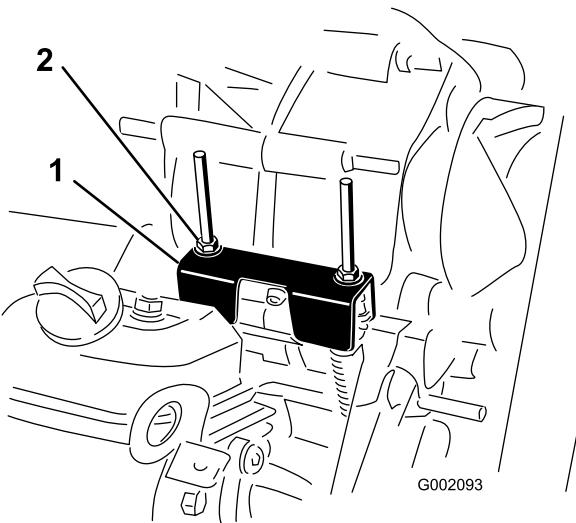

Bild 59
Wenn Sie regelmäßige Wartungsarbeiten und/oder eine Motordiagnostik durchführen, müssen Sie das Getriebe in den LEERLAUF schalten (Bild 59). Der Ganghebel der Maschine hat eine NEUTRAL-Stellung, die den Leerlauf des Getriebes festlegt. Treffen Sie die folgenden Maßnahmen, um sicherzustellen, dass der Ganghebel in der Leeraufstellung die Antriebsachse auch richtig auf Leerlauf schaltet:
2. Stellen Sie sicher, dass die Leeraufhalterung in der NEUTRAL-Stellung ist (mit der Kabelbefestigungshalterung unter der Ganghalterung nivelliert), indem Sie die Antriebskupplung drehen (Bild 59).
3. Drehen Sie eine der Sicherungsmuttern (Bild 59), um einen Abstand von 0,762 mm bis 1,524 mm zwischen der Unterseite der Mutter bzw. Scheibe und der Leeraufhalterung zu erhalten.